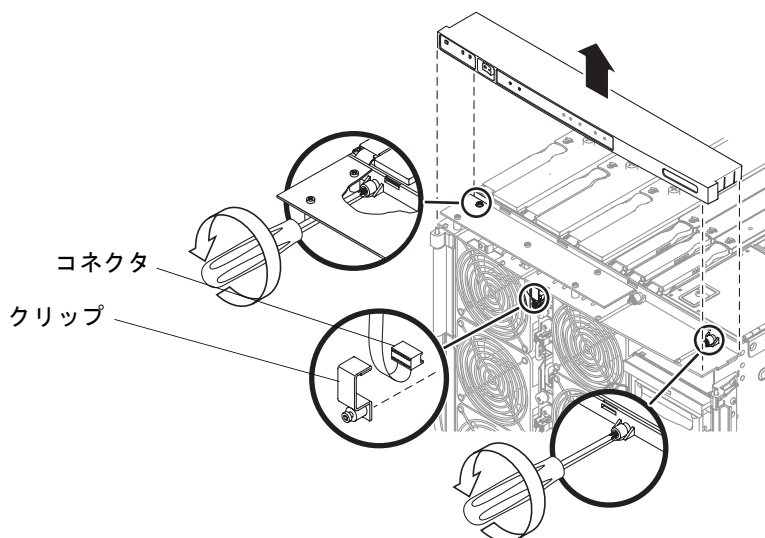

図 10-3 システムインジケータボードのコネクタとクリップの取り外し
10. システムインジケータボードのコネクタを固定しているファントレー上のクリップを取り外します。コネクタを取り外します (図 10-3)。
11. インジケータボードをシャーシ上部に固定している 2 本の脱落防止機構付きねじを緩めます (図 10-3)。
12. モジュールを取り外して、ESD マットの上に置きます (図 10-3)。
2. 2 本の脱落防止機構付きねじを使用して、インジケータボードを固定します (図 10-3)。
3. ファントレー上部のソケットにインジケータボードのコネクタを接続します。固定クリップを取り付けます (図 10-3)。